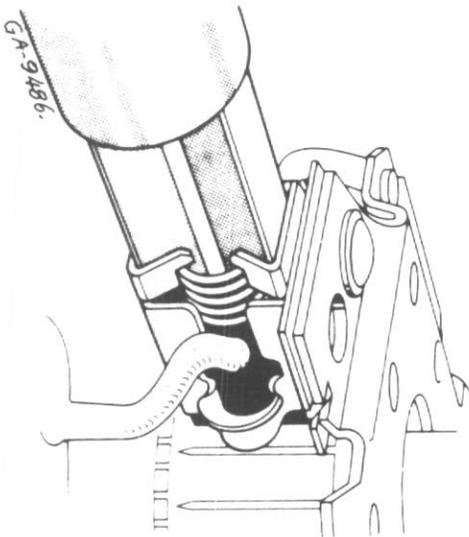

Figure 48
Attention lors du remontage des balais. Pliez les volets de retenue (4) à environ 30° sans déformer le boîtier (6). Utilisez dans la mesure du possible l'outil Bosch KDAL 5030. Voir fig. 48.